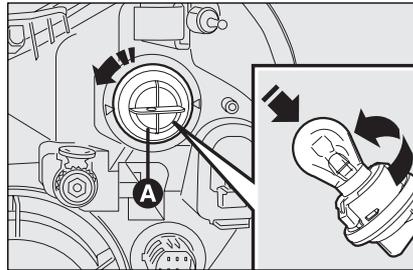

Abb. 23
- Die Lampenhalterung gegen den Uhrzeigersinn drehen **A-Abb. 23** und herausnehmen;